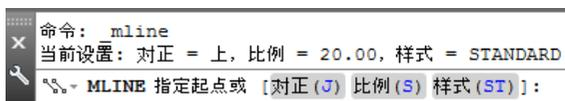

图 4.2.4 命令提示
Step1. 选择多线命令。选择下拉菜单 **绘图(D)** → **多线(M)** 命令，在命令行中显示图 4.2.4 所示的提示。